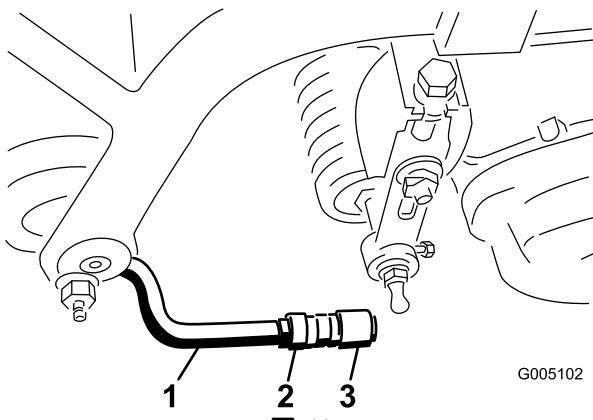

図 13
6. ソケットの開口部とボールスタッドの中心を合わせ、ジャムナットを締めてソケットを固定する(図 13)。